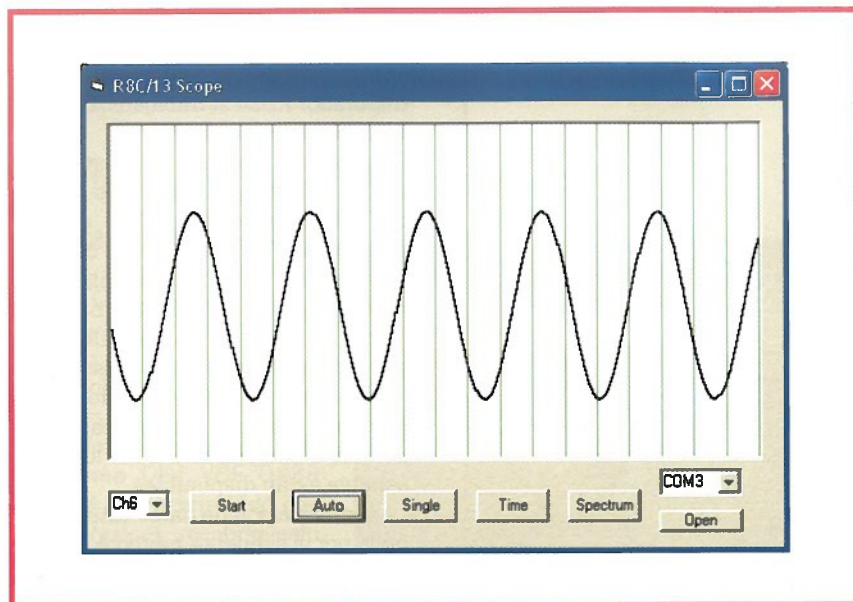

Figura 2. Imagen de un oscilograma en el monitor de un ordenador.
En lo que respecta al ordenador, un pequeño programa escrito en Visual Basic (VB) se encarga de mostrar en pantalla los valores medidos. El proyecto de VB se ha generado utilizando Visual Basic 5 (VB5), aunque también puede compilarse utilizando VB6. El fichero .exe que se acompaña fue generado utilizando VB6. El usuario selecciona el canal de entrada deseado y comienza una sesión de medidas presionando sobre el botón "Start" (Iniciar). Como alternativa se puede establecer un sistema de medidas repetitivas y automático con tan sólo pulsar sobre la opción "Auto" (Figura 2). El botón "Spectrum" (Espectro) selecciona la